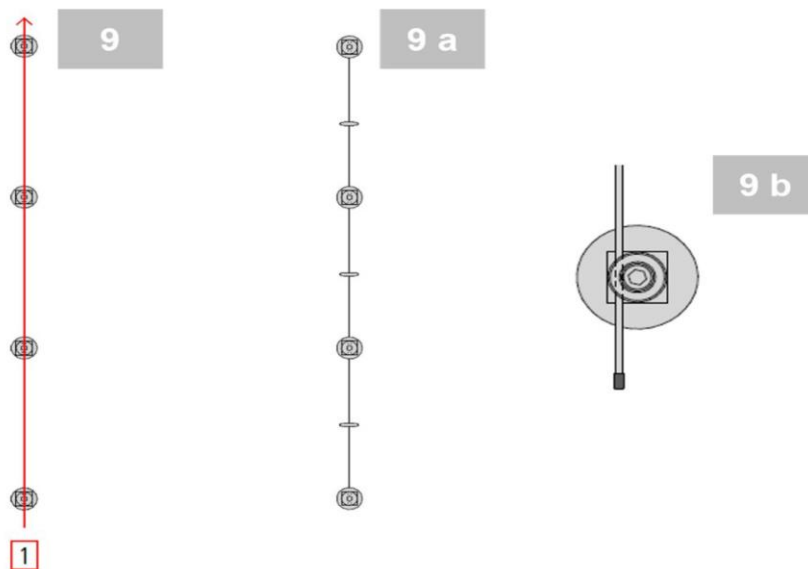

Abbildung 9, 9a, 9b: Verarbeitungsschritte StoFix Iso-Bar ECO
- Lineare Seilführung, siehe Abbildung 9 bis 9 b